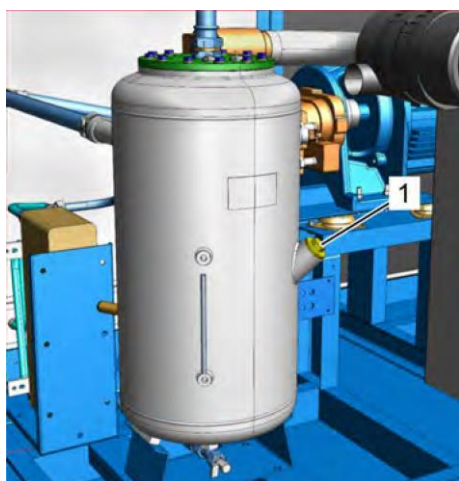

Рис. 43: Резьбовая пробка налив-ного отверстия
6. ➤ Отверните резьбовую пробку наливного отверстия (Рис. 43/1), извлеките ее и проследите за тем, чтобы не потерялось уплотнительное кольцо.
- 15.** Вставьте резьбовую пробку наливного отверстия (Рис. 43/1) и затяните ее ☞ Приложение «Моменты затяжки винтов» на странице 110.